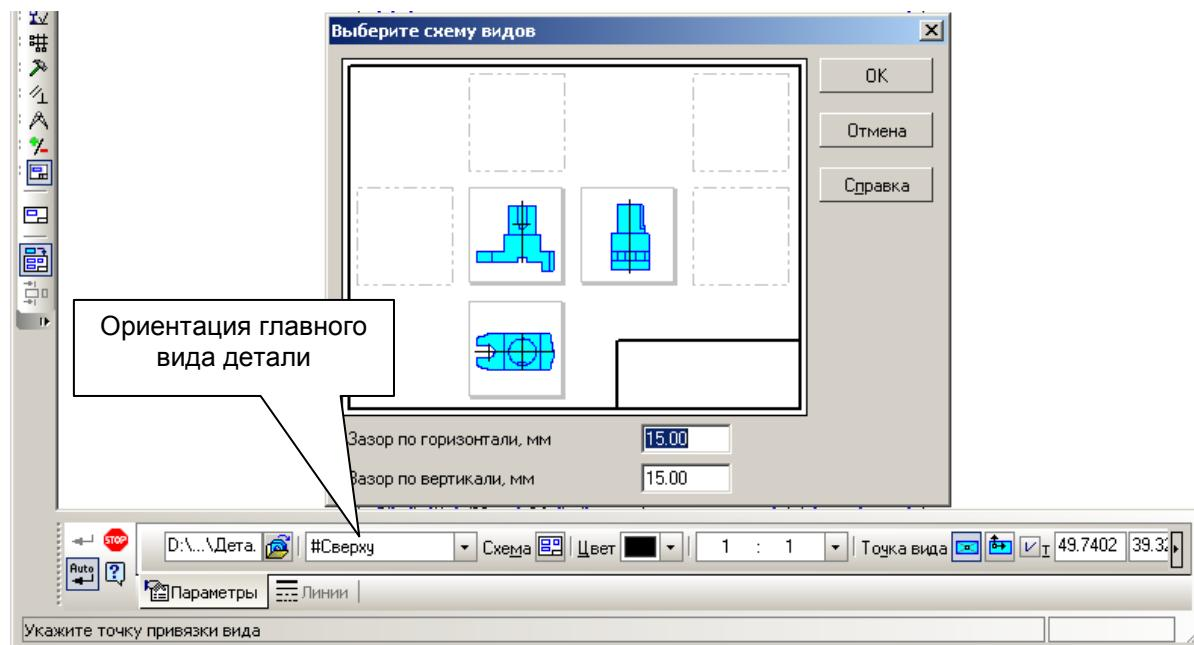

Рис. 3.53. Панель Свойств команды Ассоциативные виды:
4. На панели Свойств команды Стандартные виды (рис. 3.53) выбирают параметры:
- при нажатии кнопки Схема открывается окно, в котором в схеме из шести стандартных видов выбирают требуемые для детали проекции: *Главный вид*, *Вид сверху*, *Вид справа*, *Вид слева*, *Изометрия YZX* или любой из них (см. рис. 3.53). Выбор видов заканчивается кнопкой OK.
9.3. В появившемся списке файлов найти файл «*Деталь–Цилиндр*» и открыть его. Появится строка параметров (см. рис. 3.53). В окне **Ориентация главного вида** выбрать ориентацию «*Снизу*». Во вкладке **Схема** выбрать необходимые проекции (указать курсором): «*Вид сзади*», «*Вид сверху*», «*Вид справа*» (или «*Вид слева*»).